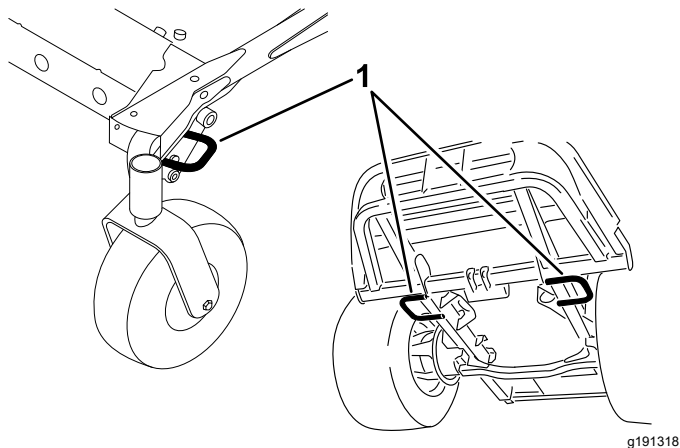

Figure 26
5. Servez-vous des points d'attache de la machine pour l'arrimer solidement sur la remorque ou le véhicule de transport au moyen de sangles, chaînes, câbles ou cordes (Figure 26).